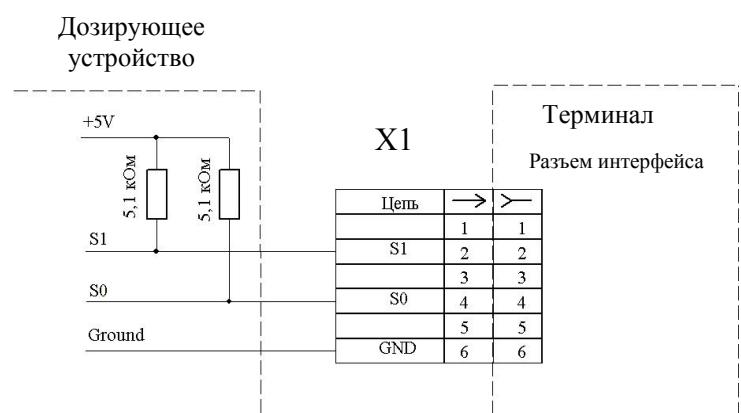

Рис. 8.4 - Схема подключения весам к устройству дозирования. (X1- вилка кабельная MDN-6М)
8.4.2 Сигналы, формируемые весами в режиме управления устройствами дозирования аналогичны сигналам, формируемым в режиме контроля массы. Подключение весов к устройству дозирования, производится через разъем интерфейса терминала. Электрическая схема подключения приведена на Рис. 8.4.